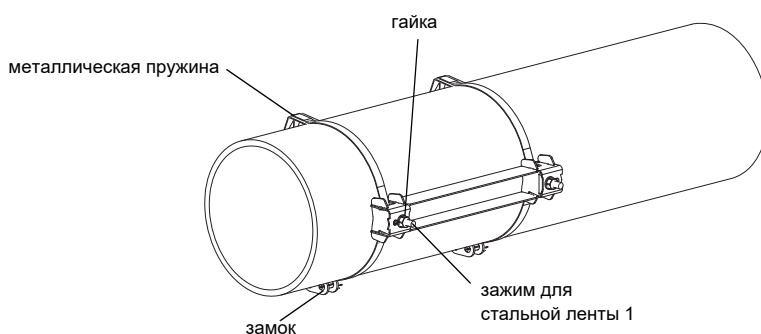
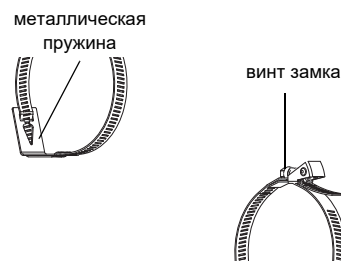

Рис. 8.19: Рельс на трубе
Рис. 8.21: Стальная лента с быстросъемным замком и металлической пружиной
- Протяните стальную ленту через зажим для стальной ленты 1 (смотри Рис. 8.19).
- Затяните гайку зажима для стальной ленты 1, но не слишком крепко, чтобы не повредить стальную ленту (смотри Рис. 8.19).
- Протяните стальную ленту через зажим для стальной ленты 1 и металлическую пружину (смотри Рис. 8.21 и Рис. 8.19).
- Протяните стальную ленту через зажим для стальной ленты 1 и металлическую пружину (смотри Рис. 8.19 и Рис. 8.22). Металлическую пружину не обязательно устанавливать: